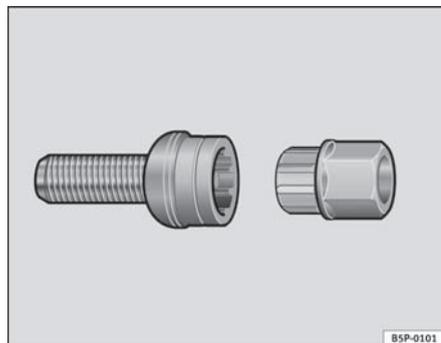

Fig. 170 Boulons de roue antivol
- Introduisez l'adaptateur au maximum dans le boulon antivol de la roue ⇒ fig. 170.